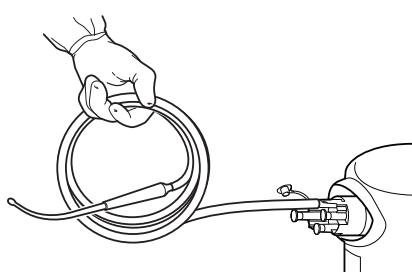
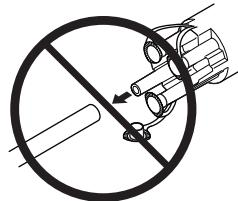

図6 吸引チューブのまとめ方
図7 チューブを接続したまま廃棄
- 吸引を作動させ、吸引チューブをマニホールドポートの方向でまとめて、チューブから廃液を除去します(図6)。マニホールドに接続した吸引チューブは決して取り外さないでください(図7)。